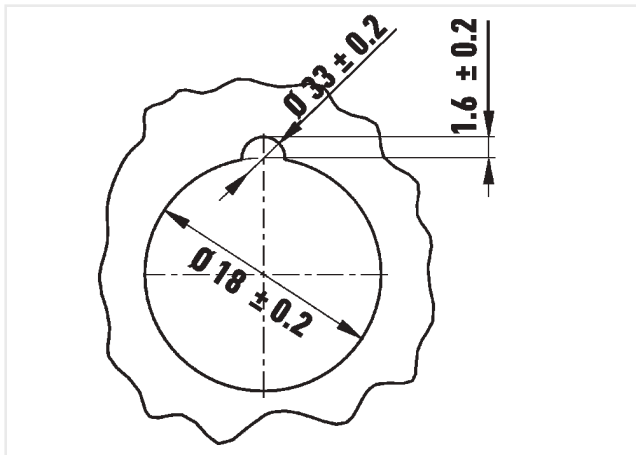

FIG. 5
- Maquinar uma fresa para o encaixe FIG. 5.